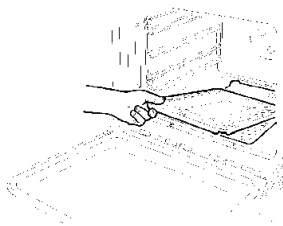

Fig.7
- Avlägsna ugsfalsen (Fig.7).
- Lossa V-skruven och dra ut brännaren från dess stöd. Var försiktig med att inte skada tändelektroden eller termoelementet (Fig.7).